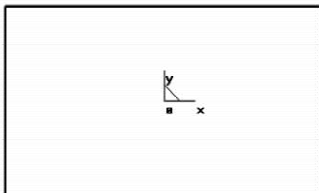

图 6-5 绘制矩形
2. 单击“矩形”图标 ，在立即菜单中选择“中心__长__宽”方式，设定长为 100，宽为 60，拾取坐标原点为矩形的中心点，结果如图 6-5 所示。